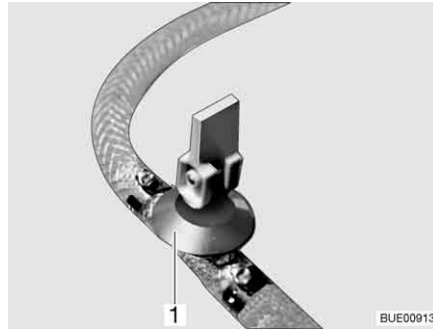
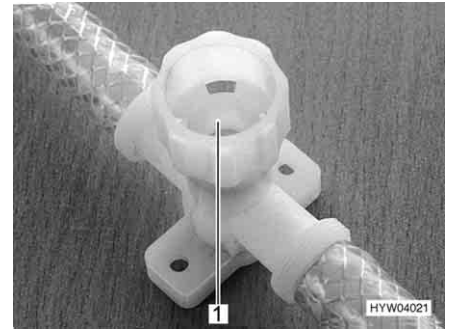

Fig. 152 Robinet de vidange (avec levier à bascule)
Fig. 153 Robinet de vidange (avec capuchon tournant)
- Fermer tous les robinets de vidange. Placer pour ce faire le levier à bascule (Fig. 152,1) à l'horizontale ou faire tourner le capuchon du robinet de vidange (Fig. 153,1) dans le sens des aiguilles d'une montre.